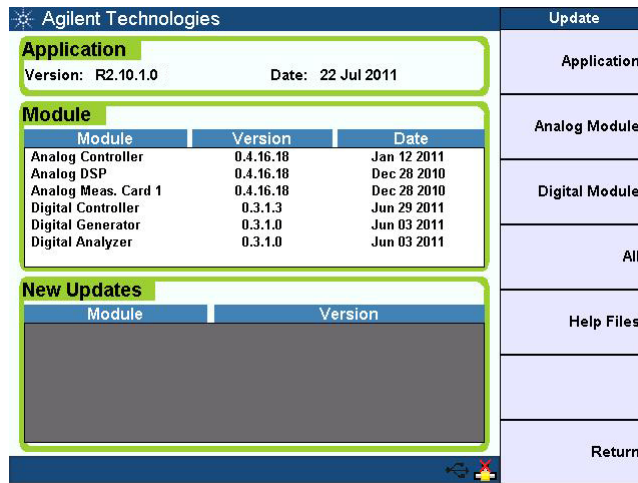

図 1-8 Update メニュー
- 2 システム・メニュー・ページで **Update** を押します。図 1-8 に示すように、Update メニューが表示されます。